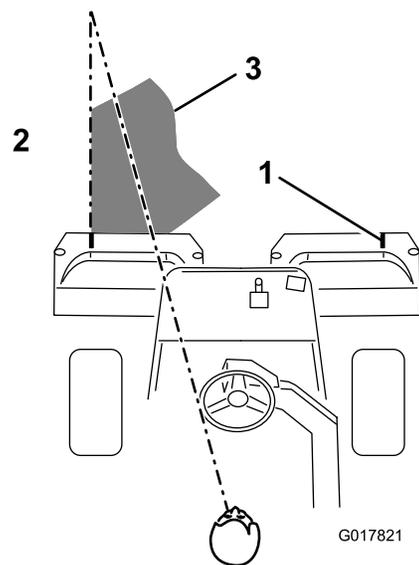

図 41
3. 行きと帰りでオーバーラップができるだけ小さくなるように運転します。グリーン内をぶれずにきれいに直進し、刈り込みの済んだ列との距離を一定に保って走るためには、車体前方 1.8 から 3 m のところに視線を置いて、刈り込み済みの済んでいる列にラインを合わせるようにするのがコツです (図 41)。ハンドルを目印にして距離を合わせても良いでしょう。その場合、ハンドルの縁と本機前方の目標ラインとを重ねて見ながら運転します (図 41)。